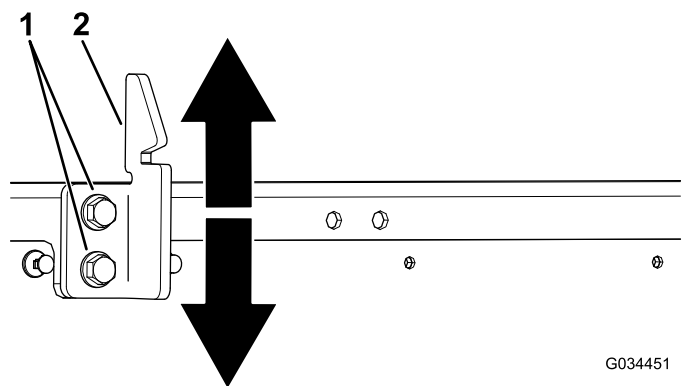

Figure 67
3. Desserrez les 2 boulons sur la gâche du loquet et montez ou descendez la gâche selon qu'elle est trop haute ou trop basse (Figure 67).
4. Serrez les 2 boulons sur la gâche du loquet du plateau (Figure 67).